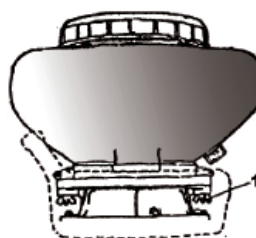

Fig. 1
- Quitar los tornillos (1) que fijan el tanque y retirarlo. Cambiar el plato de espolvoreo (2) por el de pulverización, luego ensamblar el tanque de productos y posteriormente apretar los tornillos (Fig.1).